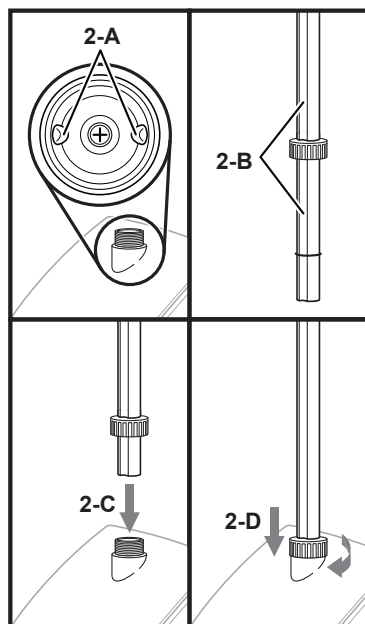

FIGURE 2
2. Examinez l'intérieur de la base du poteau et repérez les deux arêtes de guidage (FIGURE 2-A). Alignez les deux rainures de guidage du poteau télescopique (FIGURE 2-B) avec les arêtes de guidage de la base du poteau.
3. Les rainures étant alignées avec les arêtes, insérez la PARTIE 4 du poteau télescopique dans la base du poteau (FIGURE 2-C).
4. Faites glisser le RACCORD vers le bas sur la base du poteau et vissez dans le sens des aiguilles d'une montre pour verrouiller le poteau télescopique en place (FIGURE 2-D). Le poteau télescopique devrait être fixé dans la base du poteau.